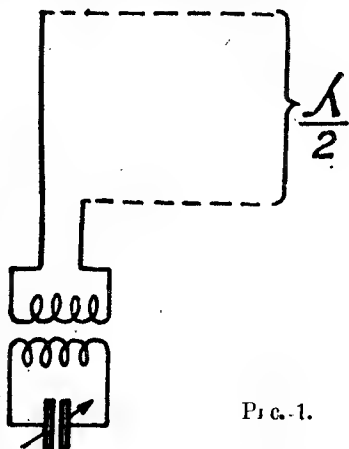

Рис. 1.
1) Антенна с верхним излучением или «с верхним светом», как мы ее называем, изображена схематически на рис. 1. Она состоит из двух вертикальных проводов, один из которых длиннее другого на половину. Два лежащих рядом провода образуют систему Лехера, которая не излучает. Излучает только выступающий конец одного из проводов, высоко поднятый над землей.